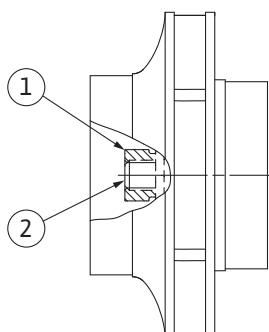

Fig. 107: Ispravan položaj maticе radnog kola nakon montaže
8. Čvrsto držite vratilo čeljusnim ključem (širina 22 mm) i zategnite maticu radnog kola propisanim zateznim momentom (vidi tablicu „Zatezni momenti“ [▶ 29]). Matica (Fig. 107, poz. 1) mora biti poravnata otprilike $\pm 0,5$ mm s krajem vratila (Fig. 107, poz. 2). Ako to nije slučaj, otpustite maticu pa ponovite korake 4...8.